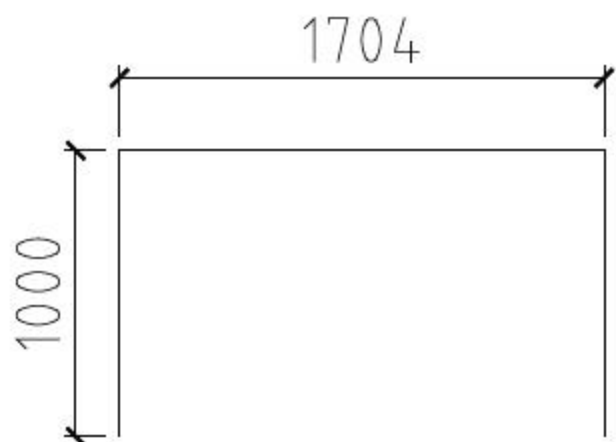

图8-56 绘制线段
- 01 调用PL【多段线】命令，绘制如图8-56所示的线段。